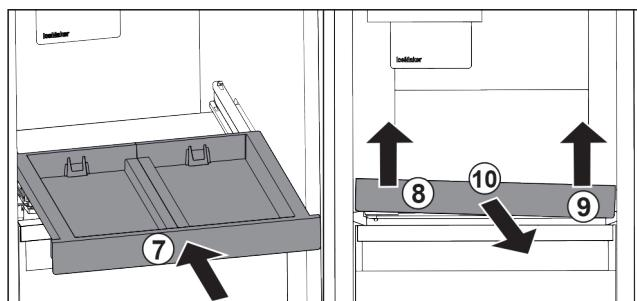

Fig. 25
- Zasuňte vyťahovaci poličku. Fig. 25 (7)
- Nadvihnite vyťahovaci poličku vpred uľavo. Fig. 25 (8)
- Nadvihnite vyťahovaci poličku vpred uľavo. Fig. 25 (9)
- Odoberte vyťahovaci poličku dopredu. Fig. 25 (10)